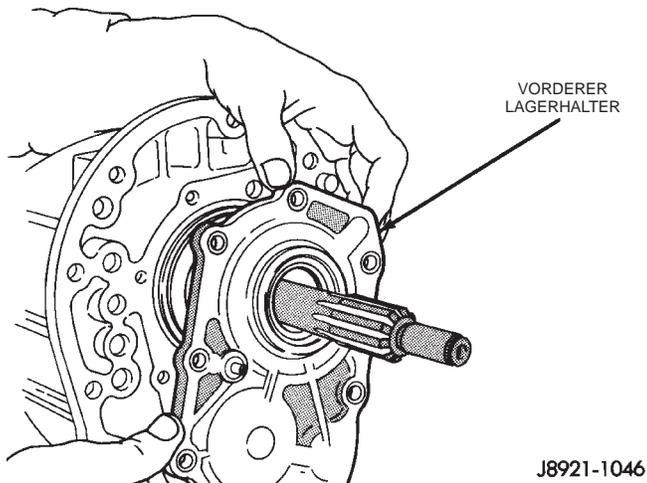

Abb. 31 Vorderen Lagerhalter ausbauen
(19) Die Befestigungsschrauben lösen, mit denen der vordere Lagerhalter am Getriebegehäuse befestigt ist.
(20) Den vorderen Lagerhalter vom Getriebegehäuse abbauen (Abb. 31).